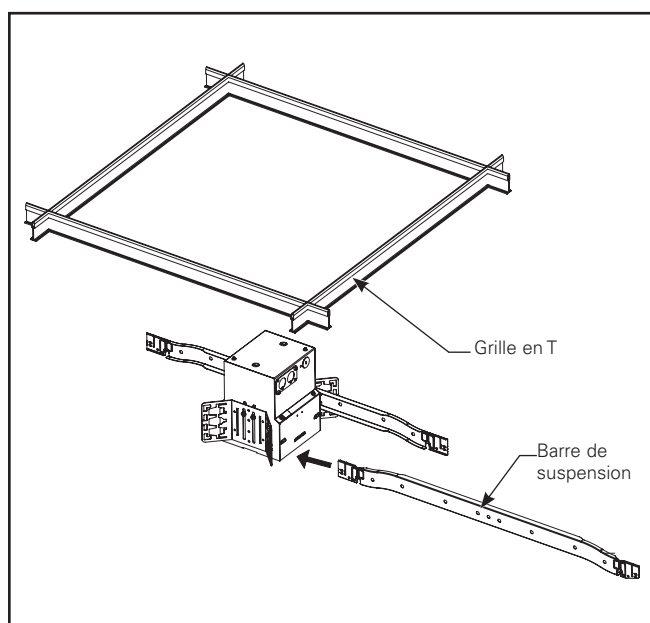

Figure 1.2.
2. Installez la section brute sur la grille en T ou la structure du plafond à l'aide des supports de montage papillon sur le côté du boîtier afin qu'elle puisse accueillir une gamme de barres de montages, y compris les barres profilées en C et les conduits électriques métalliques (Figures 1.2 et 1.3). Les barres se commandent séparément. Barres accessoires de Cooper Lighting offertes :